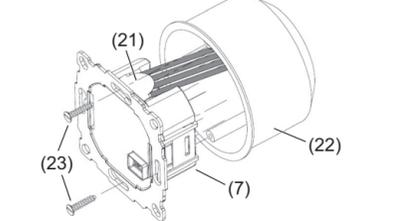

Рис. 5. Монтаж
- Выровняйте вставку (7) в розетке устройства (22).
- Закрепите вставку с помощью крепежных винтов (23). Установите вставку таким образом, чтобы пластиковый язычок (21) изолировал крепежный винт (рис. 5).